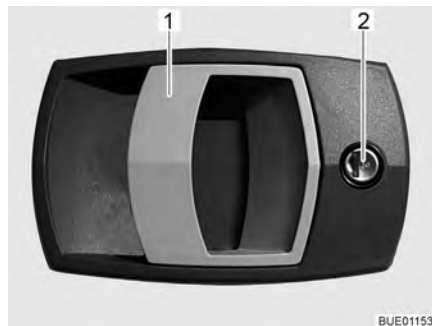

Bild 26 Dörrlås ingångsdörr, utsida
Öppna: ■ Stick in nyckeln i låscylindern (Bild 26,2) och vrid den ända tills dörrlåset har låsts upp.
■ Drag i dörrhandtaget (Bild 26,1). Dörren är öppen.
Låsa: ■ Stick in nyckeln i låscylindern (Bild 26,2) och vrid den ända tills dörrlåset har låsts.